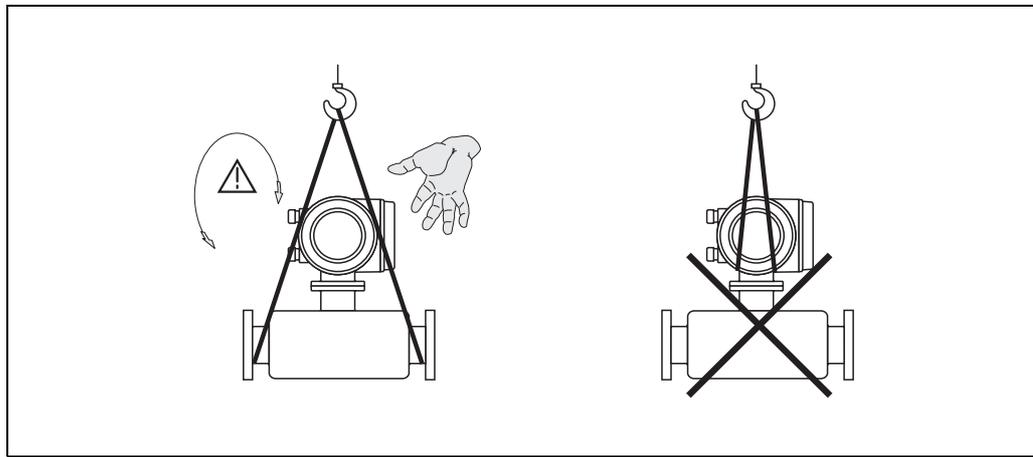

Fig. 4: Conseils de transport pour les capteurs $> \text{DN } 40$ ($> 1\frac{1}{2}$ ")
- Les appareils de mesure avec des diamètres $> \text{DN } 40$ ($> 1\frac{1}{2}$) ne doivent pas être soulevés au niveau du boîtier du transmetteur ou du boîtier de raccordement de la version séparée au moment du transport (Fig. 4). Pour le transport, utiliser des courroies que vous poserez autour des deux raccords process. Eviter d'employer des chaînes, qui risquent d'endommager le boîtier.